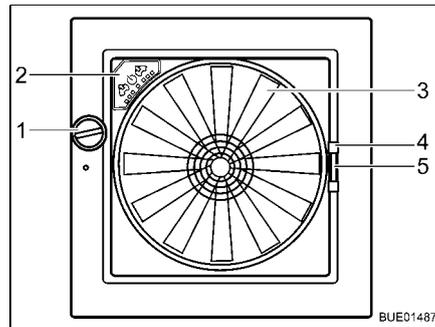

Bild 115 Dachhaube Omni-Vent
- Öffnen:** ■ Drehknopf (Bild 115,1) drehen, bis der gewünschte Öffnungswinkel erreicht ist.
- Schließen:** ■ Drehknopf (Bild 115,1) drehen, bis Dachhaube vollständig geschlossen ist.
- Schließen:** ■ Insektenschutz am Griff (Bild 115,4) zur gegenüberliegenden Rahmenseite ziehen.
- Schließen:** ■ Griff (Bild 115,5) der Verdunklung zusammendrücken.
Ventilator Wenn die Dachhaube geöffnet ist, kann der Innenraum mit dem 6-stufigen Ventilator (Bild 115,3) belüftet und entlüftet werden. Der Ventilator wird am Bedienfeld (Bild 115,2) bedient.